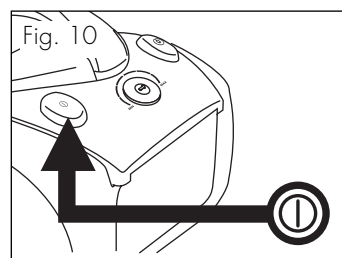

Fig. 10
Modèles avec interrupteur ON/OFF à pédale (L) et réglage de puissance sur l'appareil (M) (fig. 10)